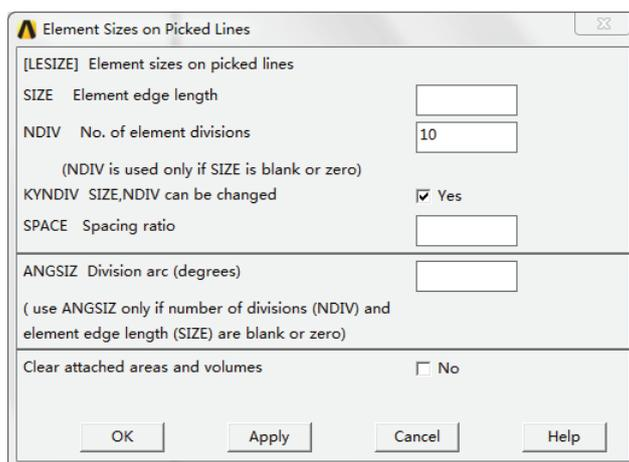

图 5-97 拾取线上的单元尺寸对话框
(9) 选择【Main Menu】/【Preprocessor】/【Meshing】/【Size Cntrls】/【ManualSize】/【Lines】/【Picked Lines】命令，弹出拾取对话框，拾取线 4 和 6，弹出拾取线上的单元尺寸设置对话框，如图 5-97 所示，在【NDIV No. of element divisions】中输入“10”，单击  按钮。
(10) 选择【Main Menu】/【Preprocessor】/【Meshing】/【Size Cntrls】/【ManualSize】/【Lines】/【Picked Lines】命令，弹出拾取对话框，拾取线 1 和 8，弹出拾取线上的单元尺寸设置对话框，在【NDIV No. of element divisions】中输入“3”，单击  按钮。